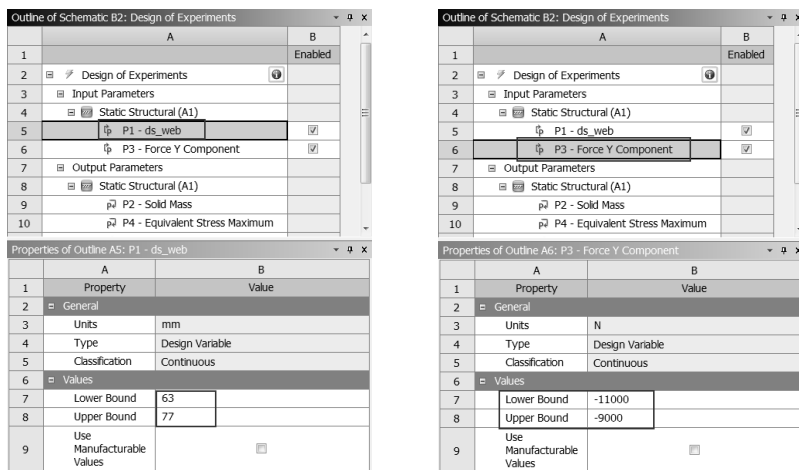

图 18-17 输入限值
Step13 : 单击 P1-ds_web 栏, 在下面出现的窗口的 Lower Bound 栏中输入 63, 在 Upper Bound 栏中输入 77; 单击 P3-Force Y Component 栏, 在下面出现的窗口的 Lower Bound 栏中输入-11 000, 在 Upper Bound 栏中输入-9000, 如图 18-17 所示。